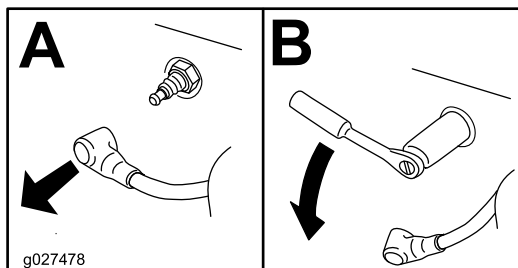

Figure 39
4. Déposez les bougies, comme montré à la Figure 39.